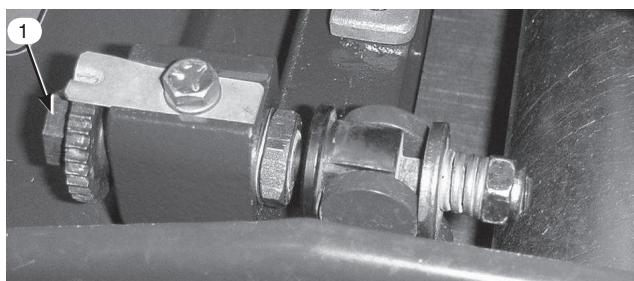
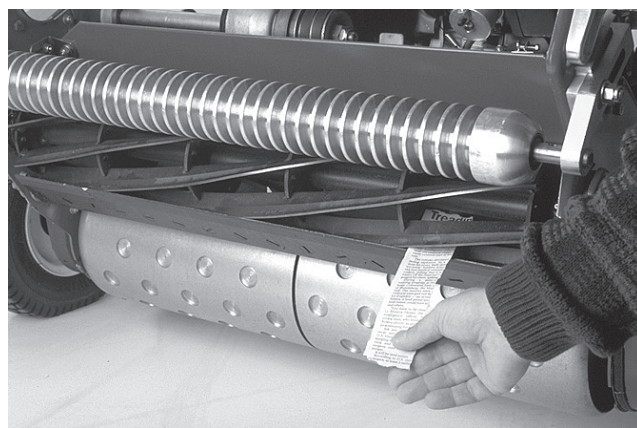

図11
図12
4. リール前面の左右いずれかの端を選び、リールと下刃の間に、長く切った新聞紙片を差し入れる (図12)。リールをゆっくり前回転させながら下刃調整ネジを締める (新聞紙を入れた側の調整ネジを、1目盛りずつゆっくりと)。新聞紙を前から (ベッドナイフの上面に平行に) 入れると軽く挟まれ、引き抜くのに少し力が必要な程度に調整する (図11または11)。
6. 両側とも調整ができれば最終確認を行う：紙片をリールの前から差し込んだ時にははさむだけ、下から差し込むと切れるのが適切な調整である (図12)。リールと下刃のごくわずかの接触で紙が切れなければいけない。接触を強くしないと切れない (リール回転トルクが0.79 Nm (0.08 kgm) 以上) 場合には、鋭利な刃先を取り戻して精密なカットができるようにバックラップか研磨を行うことが必要 (Toro研磨マニュアルを参照)。